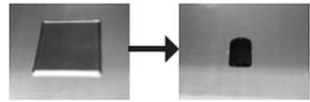

Abb. 20
2. Drücken Sie den Drehregler (4) fest und halten Sie diesen gedrückt.
3. Drücken Sie gleichzeitig mehrmals die Taste (5) für die Piezozündung.
5. Verschieben Sie die Schutzabdeckung des Schaulochs (Abb. 20) und prüfen Sie die Zündung der Zündflamme.